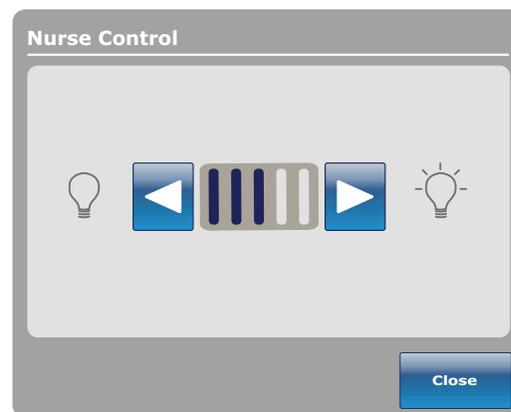

Figure 82 – Intensité DEL des commandes de l'infirmier
2. Toucher la flèche de gauche ou de droite (Figure 82).
3. Pour enregistrer le réglage d'intensité DEL, toucher **Close** (Fermer) (Figure 82).